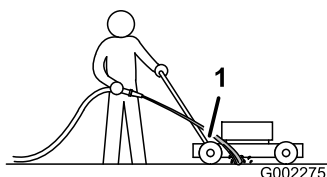

Figura 40
3. Sujete la manguera a la altura del manillar y dirija el agua para que fluya sobre el suelo justo por delante de la rueda trasera **derecha** (Figura 40).